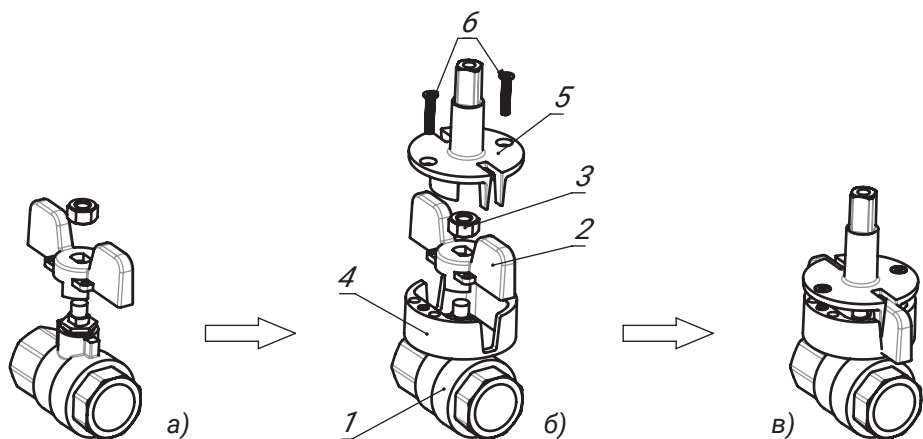

Рис. 3
- 2) Открутите с шарового крана (1) фиксирующую гайку (3) и снимите ручку - бабочку (2) со штока шарового крана (рис.3 а).
- 3) Накиньте кольцо (4) на шток шарового крана (1), наденьте ручку - бабочку (2) на шток шарового крана (1) и затяните фиксирующую гайку (3) (рис.3 б).
- 4) Прижав кольцо (4) к ручке - бабочке (2), вставьте шток (5) до упора и затяните 2 винта М3х16 (6) (рис.3 в). Контролируйте положение штока, он должен быть соосно вращению шарового крана.